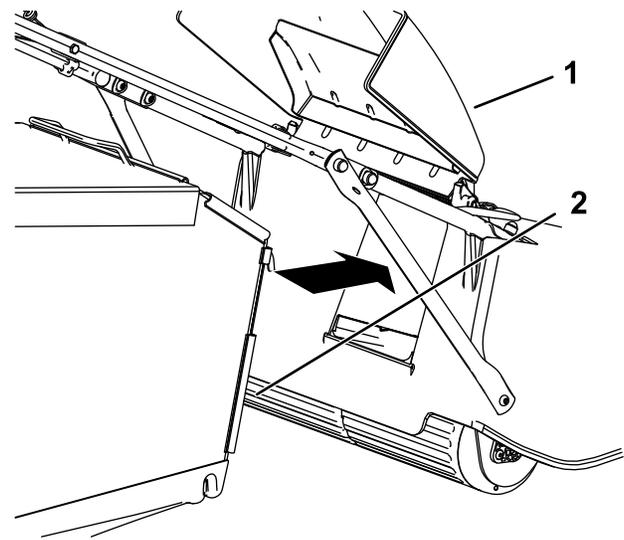

Bild 20
3. Haken Sie den Fangkorb ein (Bild 20).